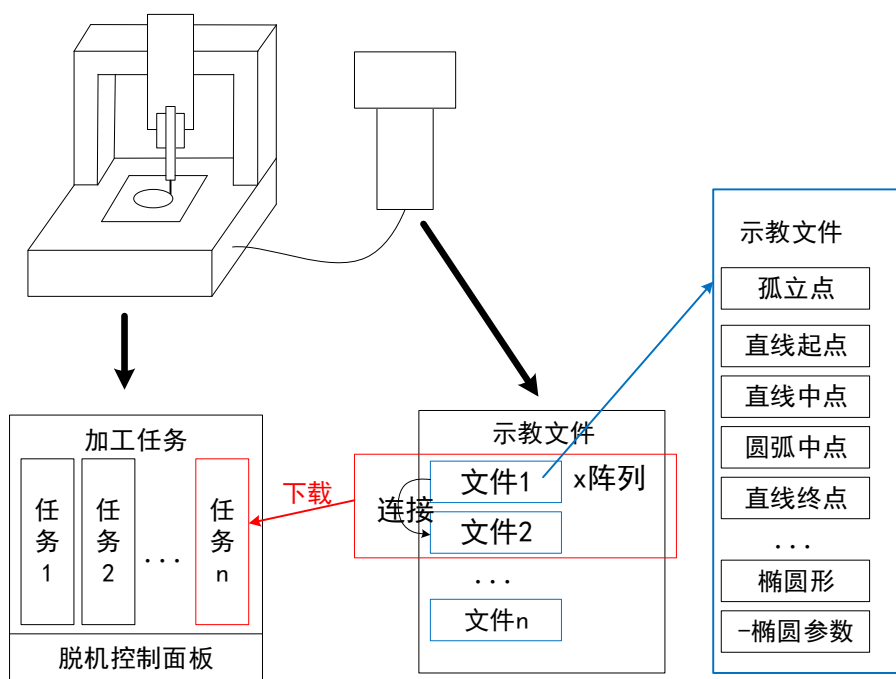

图 3-4 示教文件和加工任务
**示教文件：**示教文件是由编程产生的各种类型的图形（如孤立点、直线等）组成的，它存储于示教盒中（可存 999 个文件）。而且示教文件（可以是文件阵列，以及多个文件连接如图 3-4 所示）必须经过下载，并编译为机器中的**加工任务**后方可加工。